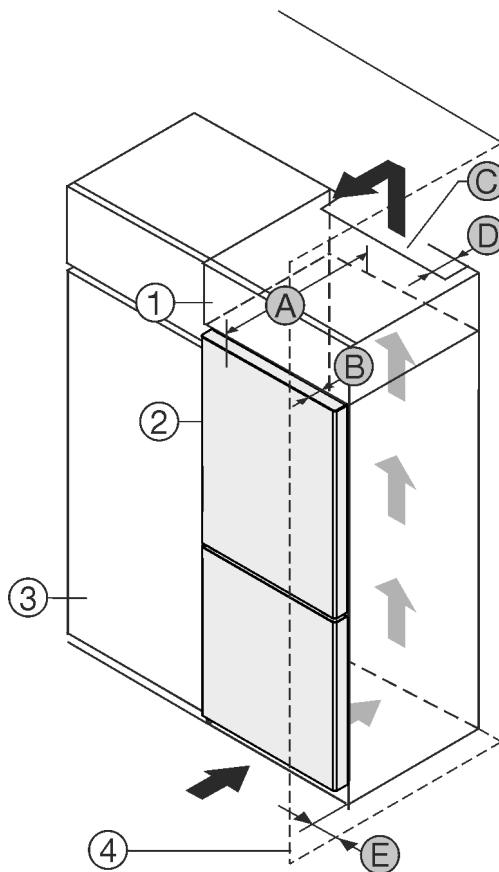

Fig. 1
Te saate seadme vahetult köögikapi Fig. 1 (3) kõrval üles panna.
Pealiskapi tagaküljel peab olema vähemalt sügavusega Fig. 1 (D) kogu pealiskapi laiune heitõhušaht.
Ruumi lae all tuleb ventilatsiooniristlõikest Fig. 1 (C) kinni pidada.
Kui panete seadme šarniiridega seina Fig. 1 (4) kõrvale üles, siis peab olema seadme ja seina vahekaugus vähemalt 13 mm.
Kui panete seadme šarniiridega seina Fig. 1 (4) kõrvale üles, siis peab olema seadme ja seina vahekaugus vähemalt 20 mm.
Võimaldamaks ust täielikult avada, peab seade vähemalt ukse sügavuse Fig. 1 (B) võrra köögikapi esiseinast ettepoole ulatuma. Köögikappide Fig. 1 (3) sügavusest ja seinavahehooldikute kasutamisest sõltuvalt võib seade rohkem välja ulatuda.